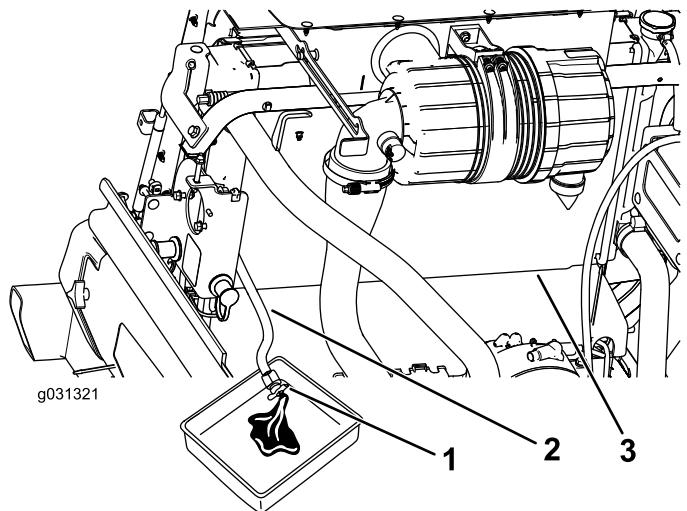

Figura 121
- 4. Cierre la válvula de la manguera de vaciado del radiador (Figura 121).
3. Coloque la manguera de vaciado del radiador en un recipiente de drenaje, abra la válvula de vaciado de la manguera del radiador, y vacíe el fluido en el recipiente de drenaje (Figura 121).